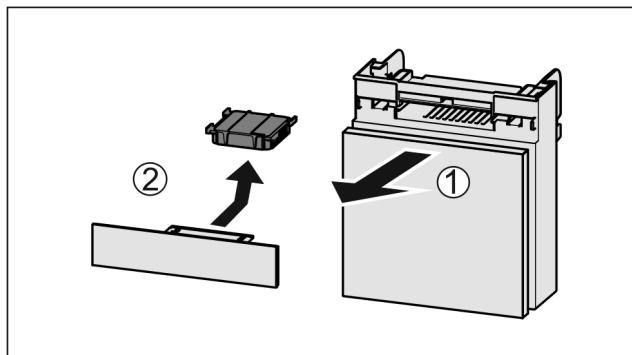

Fig. 76
- Вытянуть Fig. 76 (1) отделение движением вперед.
- Извлечение Fig. 76 (2) фильтра с активированным углем.